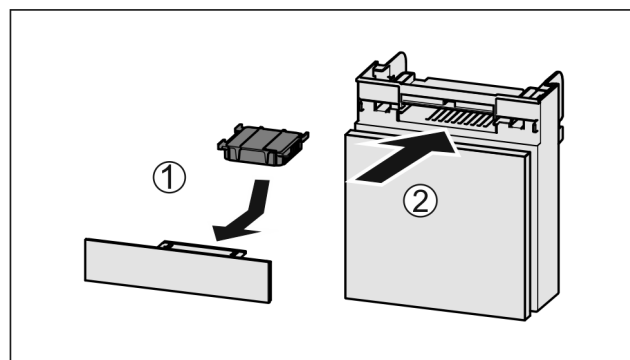

Fig. 44
- ▶ Vložte aktívny uhlíkový filter podľa obrázka Fig. 44 (1).
- ▶ Zasuňte zásuvku Fig. 44 (2).